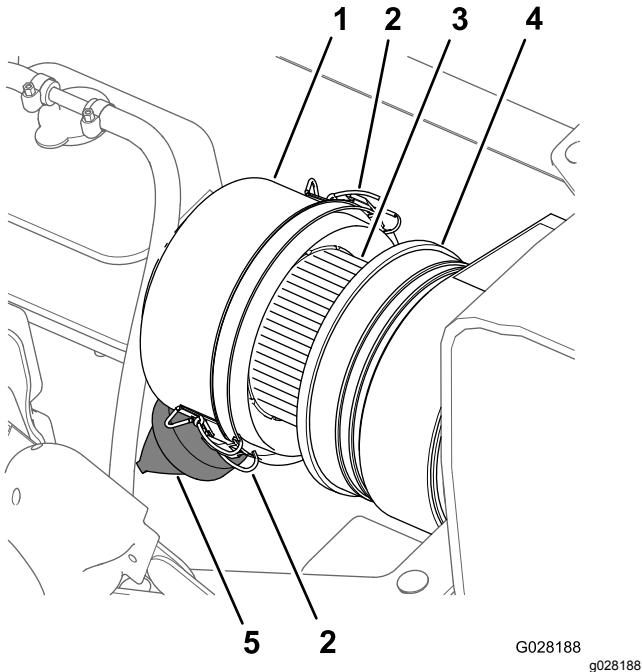

Figura 66
3. Limpe o tampão antipoeira e o corpo do filtro de ar (Figura 66).
4. Verifique se existe algum dano no corpo do filtro de ar que possa provocar uma fuga de ar (Figura 66).
5. Aperte a válvula do pó para a limpar de sujidade, pó e detritos (Figura 66).
7. Verifique se o elemento do filtro de ar tem acumulação excessiva de pó, sujidade e detritos (Figura 66).
8. Instale o tampão antipoeira no corpo do filtro de ar e fixe o tampão com os 2 trincos (Figura 66).
2. Limpe o tampão antipoeira e o corpo do filtro de ar (Figura 66).
6. Limpe o interior do tampão antipoeira, do corpo do filtro de ar e da válvula antipoeira com um trapo húmido (Figura 66 e Figura 67).